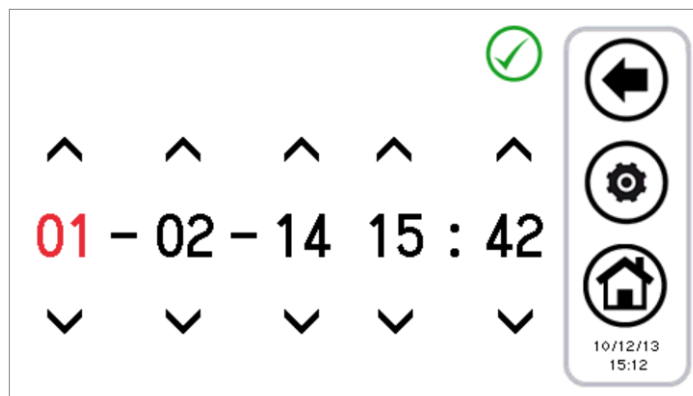

Figura 18. Pagina di impostazione data e ora.
- impostare data e ora, premendo sulla scritta "Orologio" (appare la schermata riportata in Figura 18);